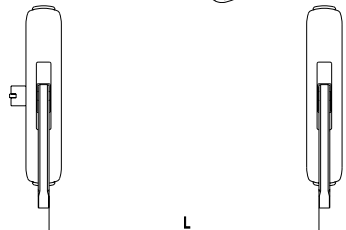

FIG. 10
- 9) Rilevare l'esatta distanza tra le staffe del maniglione (fig. 10) $L = \dots\dots\dots$ e tagliare la barra alla lunghezza di $L - 8 \text{ mm} = \dots\dots\dots + 0,5 \text{ mm} / - 1,5 \text{ mm}$
- 9) Measure the exact distance between the stirrup brackets of the panic exit device (Fig. 10) $L = \dots\dots\dots$ and cut the bar to the length $L - 8 \text{ mm} = \dots\dots\dots + 0,5 \text{ mm} / - 1,5 \text{ mm}$
- 9) Mesurer la distance exacte entre les brides de la poignée anti-panique (fig. 10) $L = \dots\dots\dots$ et couper la barre à la longueur de $L - 8 \text{ mm} = \dots\dots\dots + 0,5 \text{ mm} / - 1,5 \text{ mm}$
- 9) Determine la distancia exacta entre las abrazaderas de la barra (Fig. 10) $L = \dots\dots\dots$ y corte la barra a una longitud de $L - 8 \text{ mm} = \dots\dots\dots + 0,5 \text{ mm} / - 1,5 \text{ mm}$
- 9) De exacte afstand tussen de twee beugels van het anti-paniekslot (afb. 10) $L = \dots\dots\dots$ bepalen en de duwstang op de lengte $L - 8 \text{ mm} = \dots\dots\dots + 0,5 \text{ mm} / - 1,5 \text{ mm}$ afkorten.
- 9) Jetzt mißt man den genauen Abstand zwischen den Türdrücker-Bügel (Abb. 10) $L = \dots\dots\dots$ und schneidet die Stange auf eine Länge von $L - 8 \text{ mm} = \dots\dots\dots + 0,5 \text{ mm} / - 1,5 \text{ mm}$ zu.